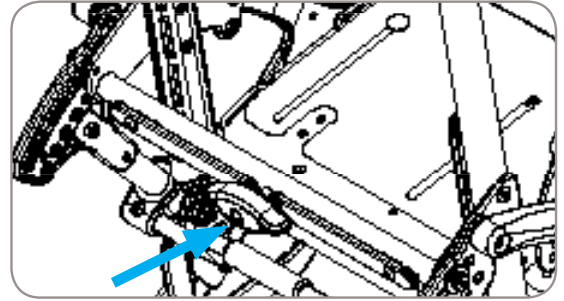

Figura 9, Bloqueado
6. Para verificar que el ángulo de la cadera esté bloqueado, verifique la alineación del conjunto de la manija. Los enlaces deben ser paralelos al tubo como se muestra en la figura 9.